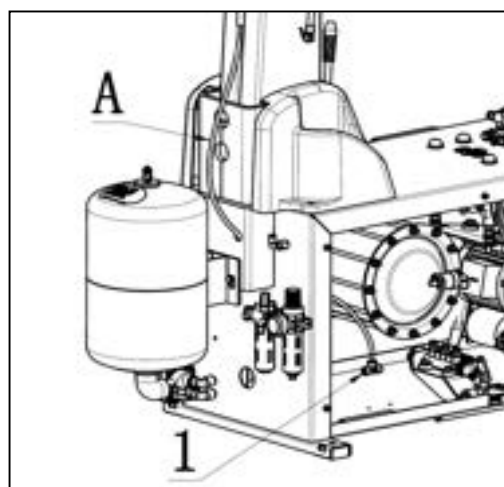

図 13
- コラムエアースの接続: 図 13 の通り、φ6(図 13-A)を本体の後ろの穴から内部に通しコネクター(図 13-1)に挿入します。